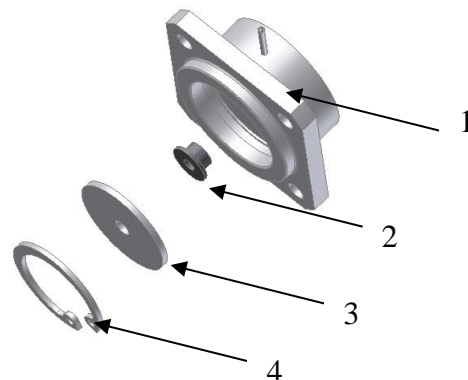

Abb. 4-1: Explosionszeichnung
- b) Mit der Zange den Sprengring entfernen (Pos. 4, Abb. 4-1)